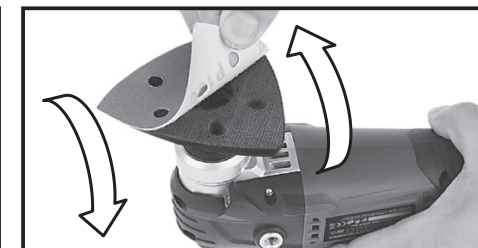

Figura 5
- Alinee los agujeros del papel de lija con los orificios de la base (figura 5).